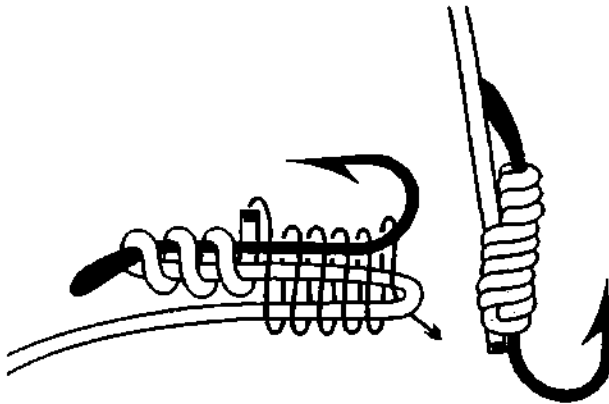

Рис. 747. Ступенчатый узел.
**Ступенчатый узел** – это удавка, с дополнительными сверху шлагами вокруг цевья, которые не обносят коренной конец лески (рис. 747). **Ступенчатый узел** вяжется на более крупных крючках.